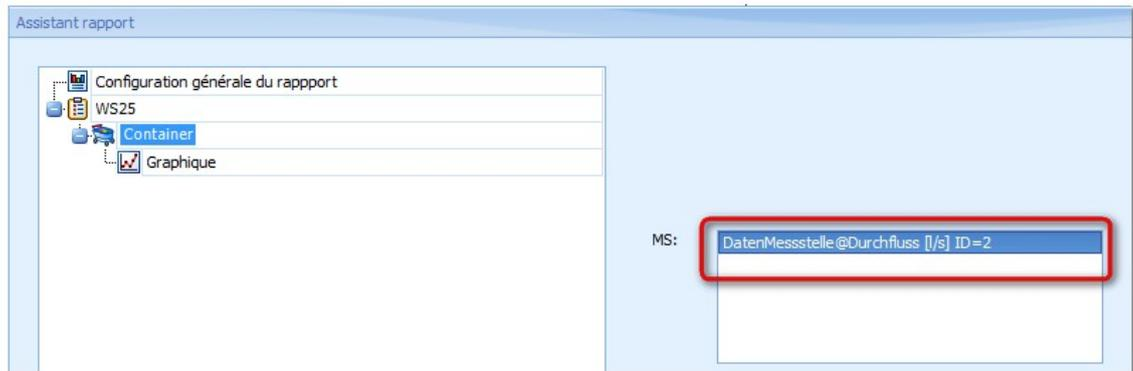

Figure 66: Ajouter une série de mesures au container
3. Comme décrit au paragraphe 6, le container sert à la gestion des séries de mesures et des composants. Dès lors que le container est sélectionné dans la structure rapport, on pourra ajouter, à l'aide du mécanisme „Drag & Drop“, des séries de mesures de l'arborescence projet au container actuel dans la zone „MS“ (voir Figure 66). Vous trouverez une description détaillée quant à la fonctionnalité d'un contenair au chapitre 12.2.3.4.